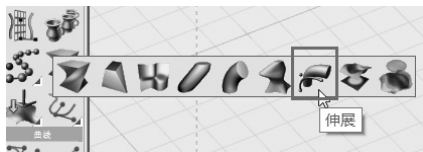

图 4-73 “伸展”变形工具
4) 在建模工具栏中的“转换”卷展栏下, 找到“伸展”变形工具并激活, 如图 4-73 所示。